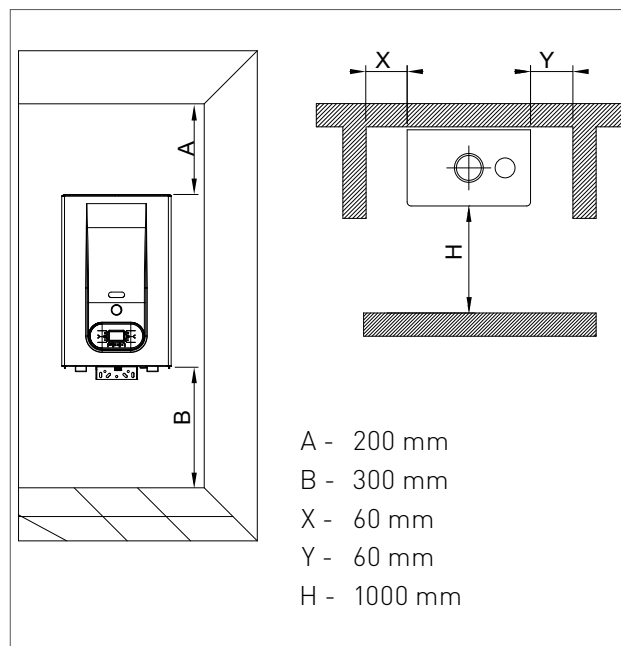

fig.1
1. fissare a muro (fig. 1), con l'ausilio di fisher, la staffa superiore;